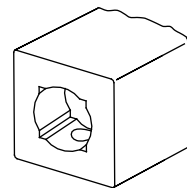

**FIGURA 2**
**2** Inserte los pernos de posición (6K) en los orificios circulares en los extremos del marco para el anaquel de cristal (1) de manera que la punta mire hacia afuera. Los topes deben estar al ras del extremo del marco para el anaquel de cristal. (Vea la figura 2.)